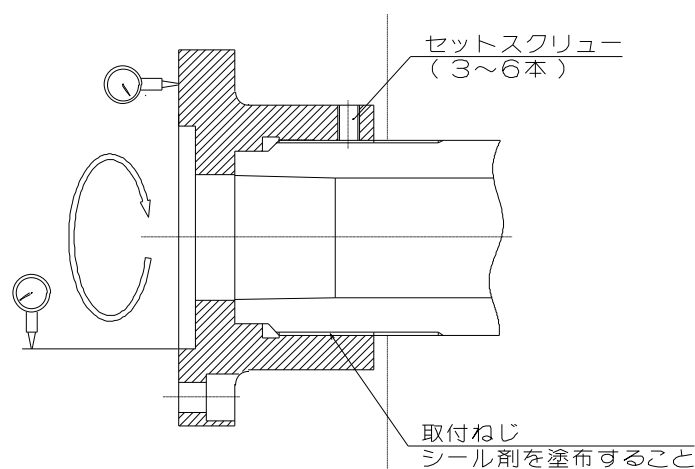

図 10
- シリンダアダプタの面振れ及びインローの振れは 0.005mm 以下にして取付ること。(図 10)
- シリンダアダプタの緩み止めのセットスクリューを必ず設けてください。(図 10)